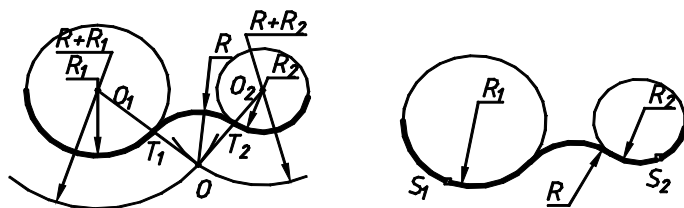

Fig. 3.10
- Construirea racordării exterioare a două cercuri (arce de cerc) printr-un arc de cerc de rază dată, fig. 3.10.